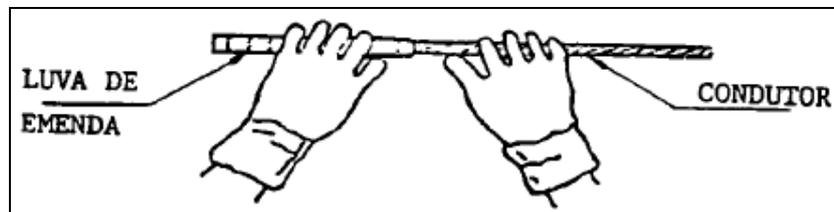

Figura 11 – Conexão do condutor e luva de emenda
- Introduzir o condutor na luva de emenda conforme a Figura 11;
As matrizes referentes às NTC 890356 a 360 (cabos 35/70/120/185/400mm²), denominadas “sextavadas” (figura 11 da NTC), ilustrada na Figura 17 a seguir, são específicas para utilização em cabos de rede subterrânea ou rede compacta, ou seja, cabos de baixa tração mecânica.